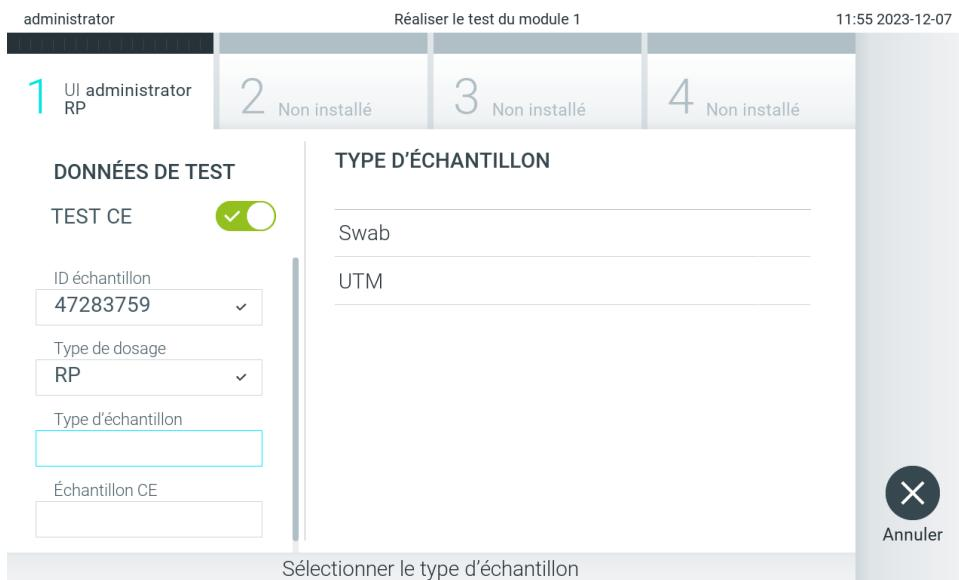

Figure 94. Choisir un type d'échantillon.
5. Si nécessaire, sélectionnez le type d'échantillon approprié dans la liste (figure 94).